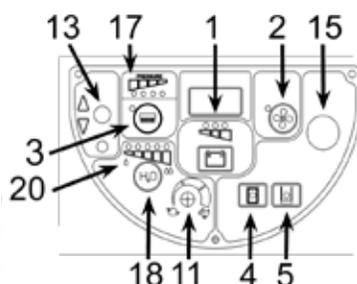

Fig. 6
1. Allumer la machine en appuyant sur le bouton (fig. 6, rep. 3), attendre 5 secondes, vérifier que l'écran s'allume.
2. Appuyer simultanément sur les boutons brosse (fig. 6, rep. 3) et le bouton aspiration (fig. 6, rep. 2) pendant au moins 5 secondes pour accéder au menu configuration, type de batterie installée.
3. Appuyer sur le bouton aspiration (fig. 6, rep. 2), pour sélectionner le type de batterie installée sur la machine « ACd » pour batterie acide (batteries AGM) ou « GEL » (batteries GEL).
4. Appuyer sur le bouton (fig. 6, rep. 3) pour sauvegarder le paramètre affiché.
5. Mettre la machine en marche en tournant la clé du bouton d'arrêt d'urgence (fig. 6, rep. 15), attendre 5 secondes, vérifier que l'écran s'allume.
6. Appuyer simultanément sur les boutons brosse (fig. 6, rep. 3) et aspiration (fig. 6, rep. 2) pendant au moins 5 secondes, ce qui permet d'accéder au menu de configuration du type de batterie installée.
7. Appuyer sur le bouton aspiration (fig. 6, rep. 2), sélectionner le type de batterie installée sur la machine « ACd » pour batterie acide (batteries AGM) ou « GEL » (batteries GEL).
8. Enregistrer le paramètre affiché en appuyant sur le bouton d'arrêt d'urgence (fig. 6, rep. 15).